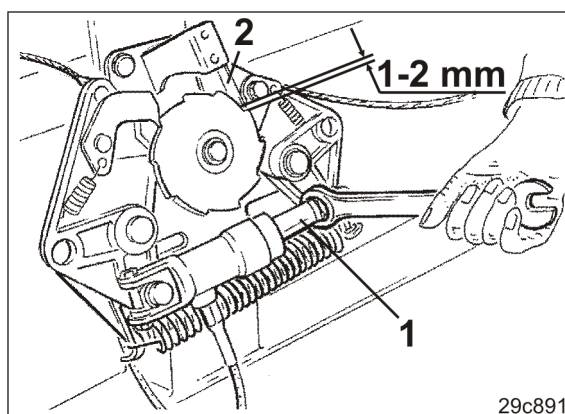

Bild 237
3. Vrid kolven (Bild 237/1) på hydraulcylindern med en gaffelnyckel tills du hör att bladfjädern (Bild 237/2) på automatväxeln hakar fast och ett spel på mellan 1 och 2 mm är inställt mellan bladfjäder och kugg.